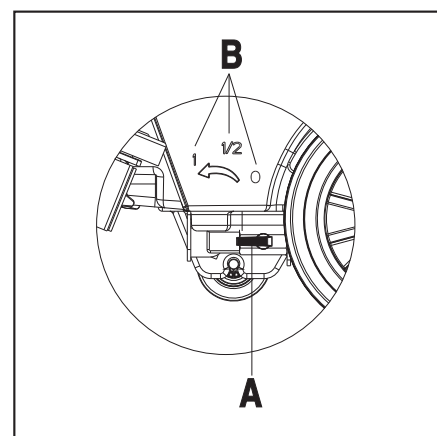

FIGURA 10
La regulación del mango de la válvula de bola (A, Figura 10) debe hacerse cuando el interruptor de encendido (41) esté en la posición "Off" (apagado).
- El volumen del caudal de agua puede ajustarse a través del mango de la válvula de bola (A, Figura 10) de acuerdo con la cantidad de agua necesaria para su aplicación de lavado.